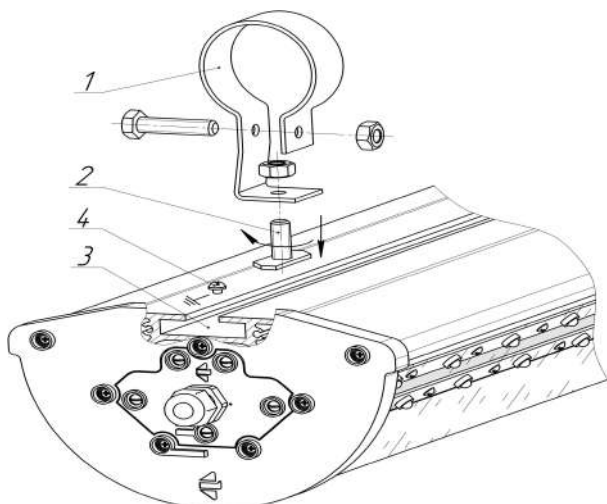

Рис.2 Крепление светильника
2.2.1 Монтаж светильника на опоры освещения и элементы металлоконструкций производить с помощью двух хомутов (см. рис.2 поз.1). Крепление хомутов к светильнику производить с помощью болтового соединения, где болт (рис.2 поз.2) устанавливается в Т-образный паз (рис.2 поз.3), выполненный в основании корпуса светильника и проворачивается на 90° до упора.
- подключение провода внешнего заземления производится к винту, расположенному на корпусе светильника (рис.2 поз.4) и имеющему маркировку « \perp ».